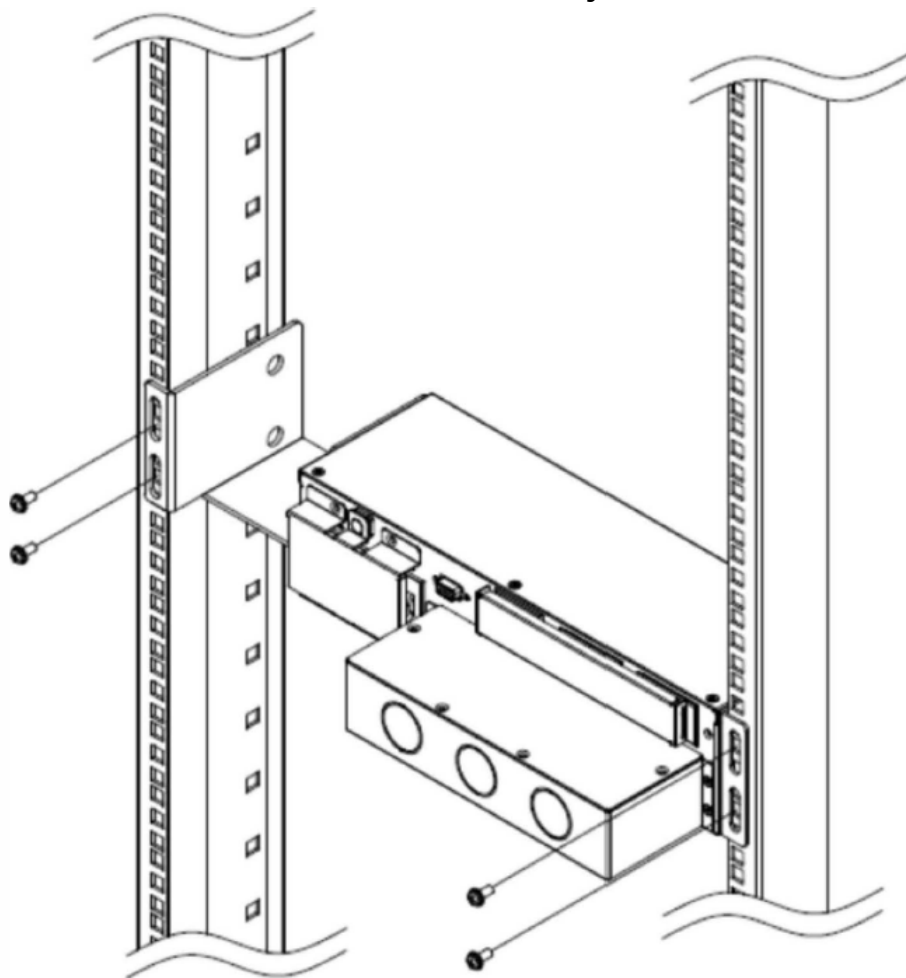

Рисунок 5-2. Установка БСБ в стандартную 19-дюймовую серверную стойку
Шаг ②: Установите БСБ в стандартную 19-дюймовую серверную стойку и затяните винты, входящие в комплект. См. **Рисунок 5-2**.